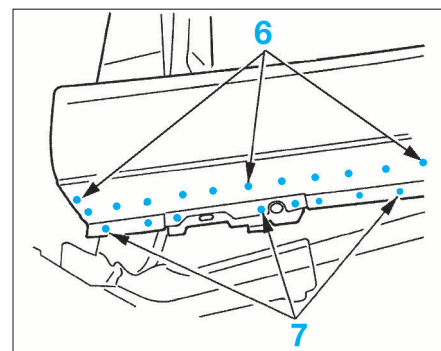

FIG. 53
- Souder par points bouchons à l'arc sous gaz protecteur (6) (Fig.53).
- Souder à la pointeuse électrique (7).